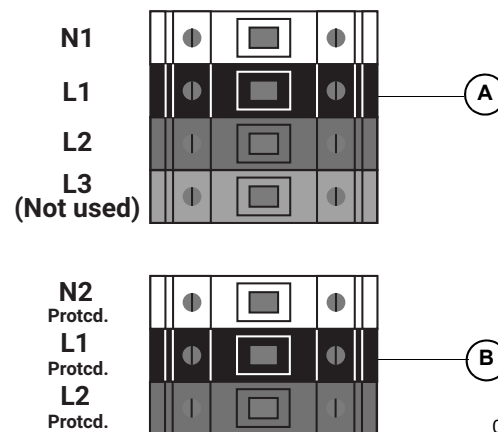

Figura 5-7. Terminales de cableado de CA
Consulte la Figura 5-7. El instalador es responsable de instalar una protección contra sobrecorriente de 40 A para los terminales de cableado de la red de CA (A). Los conductores deberán tener el tamaño de acuerdo con el Artículo 705 de NEC para la interconexión de alimentación de energía eléctrica. Todos los demás conductores del sistema deberán tener el tamaño de acuerdo con el Artículo 310 de NEC y los demás Artículos de NEC aplicables.
Consulte la Figura 5-7. El inversor PWRcell está equipado con cuatro terminales de conexión de CA de la red y tres terminales de cargas protegidas.